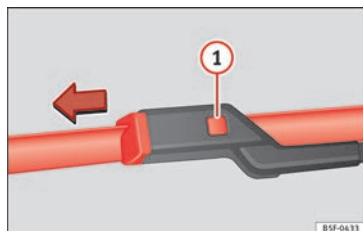

Fig. 82 Remplacement des balais d'essuie-glace.
- Maintenez la touche de déverrouillage » **fig. 82** **❶** enfoncée en tirant légèrement le balai dans le sens de la flèche.